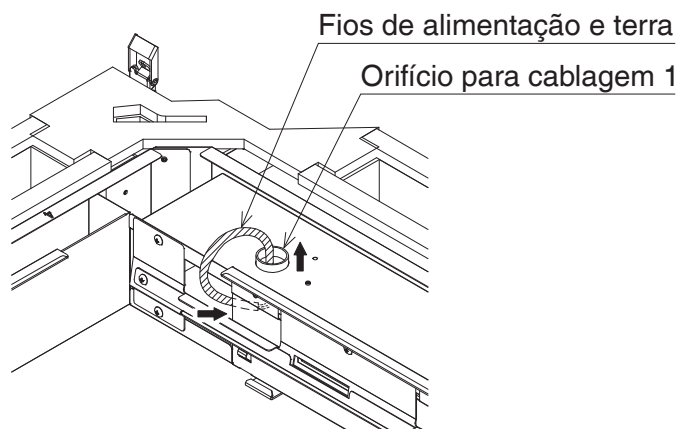

Figura 9
3. Passe os fios de alimentação (preto e branco) e o fio de terra (verde ou amarelo) através do orifício para cablagem 1. (Ver **Figura 9**).